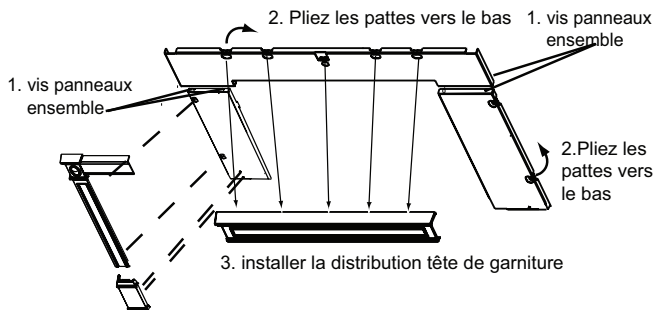

Figure 20.1
4. Courbez maintenant les languettes vers le bas contre la face arrière du panneau, 5 en haut et 2 sur chaque pied. Laissez les panneaux face vers le bas (**Figure 20.1**).